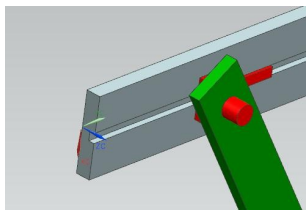

Рис.38
- **ВАЖНО:** все координаты **маркеров** и иных характерных точек в нашем приложении измеряются *относительно абсолютной СК*. Поэтому в любой ситуации ещё важно знать – где и как расположена эта абсолютная система координат. Обычно РСК всегда совмещают с абсолютной системой координат. В нашем примере эта система стоит на краю серой штанги слева (рис.38).